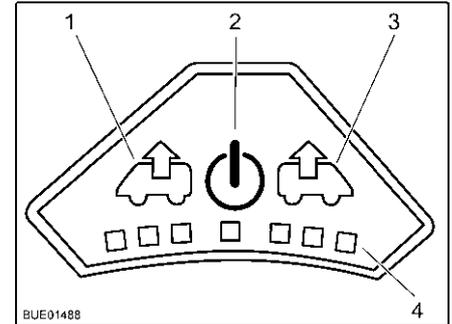

Fig. 95 Quadro comandi del ventilatore
Accensione: ■ Premere il tasto On/Off (Fig. 95,2). Il ventilatore funziona in modalità comfort (sfiato al numero di giri minimi del ventilatore).
Sfiato: ■ Per aumentare il numero di giri del ventilatore: Premere il tasto Sfiato (Fig. 95,1). Il numero di giri del ventilatore aumenta di uno stadio in direzione sfiato. I LED (Fig. 95,4) indicano gli stadi di commutazione.
■ Per ridurre il numero di giri del ventilatore: Premere il tasto Aerazione (Fig. 95,3). Il numero di giri del ventilatore si riduce di uno stadio.
Aerazione: ■ Per aumentare il numero di giri del ventilatore: Premere il tasto Aerazione (Fig. 95,3). Il numero di giri del ventilatore aumenta di uno stadio in direzione aerazione. I LED (Fig. 95,4) indicano gli stadi di commutazione.
■ Per ridurre il numero di giri del ventilatore: Premere il tasto Sfiato (Fig. 95,1). Il numero di giri del ventilatore si riduce di uno stadio.
- Premere il tasto On/Off (Fig. 95,2). Il ventilatore si ferma, i LED si spengono.